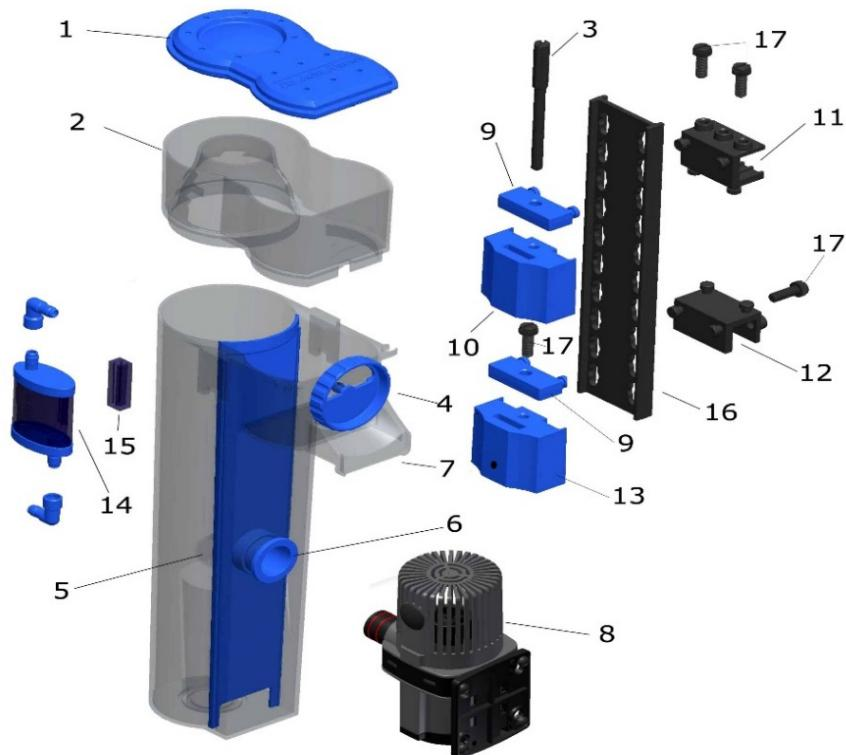
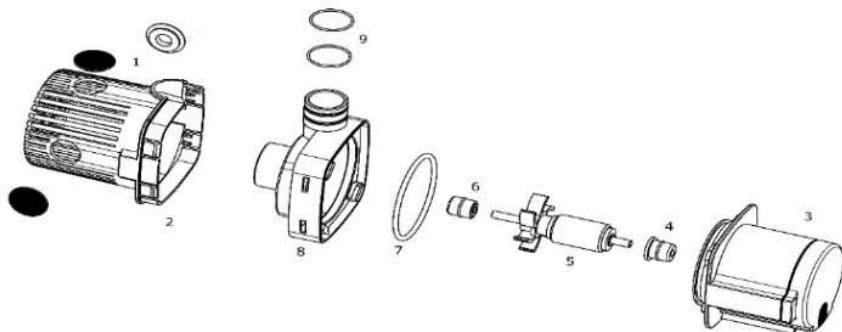

Fig. 1: EVO 501
Fig. 2: Pompa Venturi DC Runner 800
La pompa DC Runner 800 è azionata da un trasformatore di sicurezza elettronico con uscita CA 110 - 240 V / 50 - 60 Hz e 24 V CC. Il consumo di energia della pompa è massimo 7 watt, il grado di protezione è IP X8. Per aprire la pompa, rilasciare il blocco della pompa (Fig. 2, N. 8) ruotandolo. **La pompa deve essere montata con il lato di aspirazione rivolto verso l'alto (vedere la Fig. 1), altrimenti la pompa potrebbe arrestarsi.**
La pompa venturi aspira l'acqua dall'acquario o dalla camera del filtro, la mescola con l'aria nell'alloggiamento della pompa, che viene poi tagliata in piccole bolle d'aria dalla ruota dell'ago (Fig. 2, N. 5). Questa miscela acqua/aria viene quindi pompata nel tubo di reazione dove le sostanze organiche vengono assorbite da bolle d'aria. La schiuma viene formata e spinta nella tazza di schiuma. L'acqua purificata lascia lo skimmer attraverso l'uscita e viene reindirizzata all'acquario o alla vasca del filtro dallo scarico (Fig. 1, N. 7).
Prima di tutto, lo skimmer deve essere assemblato secondo la Fig. 1. Può essere facilmente montato sul pannello dell'acquario o su un supporto di vetro utilizzando l'unità di supporto. Il posto migliore per il montaggio è sul lato o sul retro: ben accessibile ma protetto. La pompa viene inserita nel raccordo (6) dello skimmer, il cavo è rivolto verso il basso e il tubo dell'aria verso l'alto per collegarsi al silenziatore (14). L'assorbitore acustico può essere attaccato alla tazza di schiuma (2) o ad un pannello dell'acquario usando l'unità di supporto (15). Per fare ciò, rimuovere la pellicola di plastica protettiva dal nastro. La superficie adesiva deve essere pulita e priva di grasso.